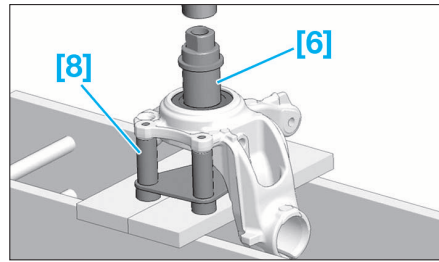

FIG. 37
- Repositionner la cage intérieure (2).
- Positionner le pivot sur l'outil [8] (Fig.37).